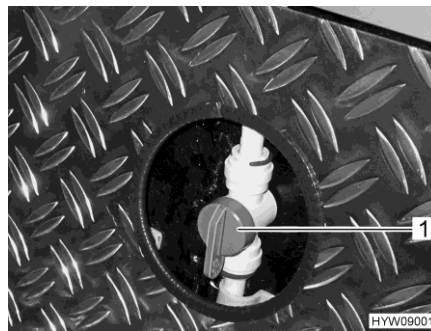

Fig. 188 Válvulas de alimentación (calentamiento del garaje trasero)
- Ajustar la manija (Fig. 188,1) en la válvula de alimentación para la calefacción del garaje trasero en posición paralela a la tubería de calefacción. Ahora, la calefacción del garaje trasero estará funcionando a máxima potencia.
- Ajustar la manija (Fig. 188,1) en la válvula de alimentación para la calefacción del garaje trasero en cualquier posición. De este modo, se podrá ajustar la distribución de agua caliente al garaje trasero de modo continuo.
- Ajustar la manija (Fig. 188,1) en la válvula de alimentación para la calefacción del garaje trasero en posición transversal a la tubería de calefacción. Ahora, la calefacción del garaje trasero estará desconectada.